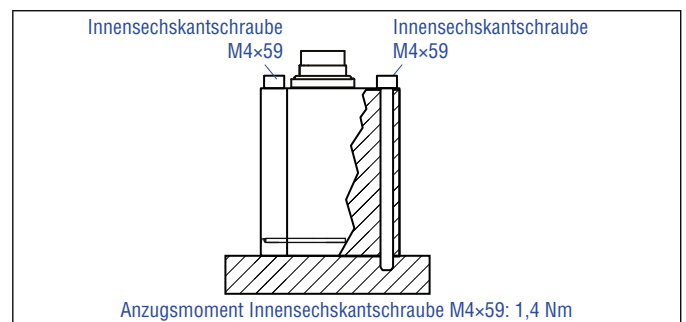

Abb. 32: Befestigung mittels Innensechskantschrauben M4×59
- Montieren Sie das Sensorelektronikgehäuse über die drei Innensechskantschrauben M4×59 aus unmagnetischem Material. Anzugsmoment: 1,4 Nm (Abb. 32). Sichern Sie die Schrauben vor dem Wiedereinbau, z.B. mit Loctite 243.
- Montieren Sie das Sensorelektronikgehäuse über drei Innensechskantschrauben M4×59 aus unmagnetischem Material. Anzugsmoment: 1,4 Nm (Abb. 32). Sichern Sie die Schrauben vor dem Wiedereinbau, z.B. mit Loctite 243.